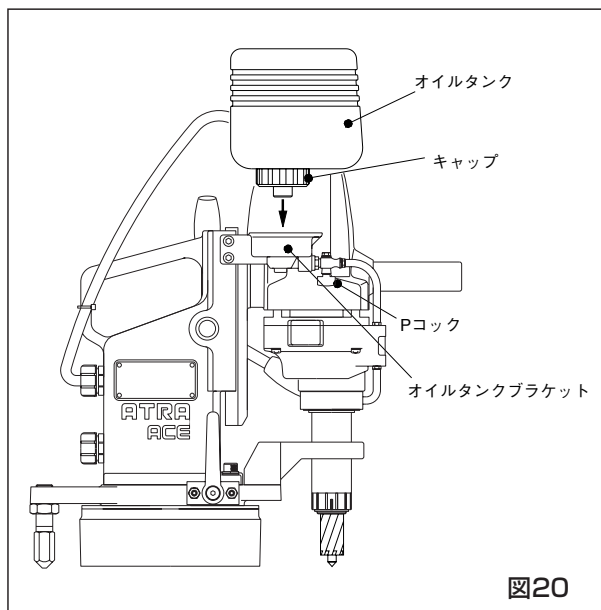

図20
(1) 切削油の準備
- (1-3) オイルタンクはカートリッジ方式ですのでオイルタンクブラケットから取りはずして切削油を入れてください。この時切削油を本体にこぼさないよう、本体からはなれた場所に入れてください。なお、オイルタンクの取り付けはキャップ部分をオイルタンクブラケットに差し込んでください。(図20) 連続して穴あけ作業を行なう場合はオイルタンクをもう一組ご用意いただくと穴あけ途中で切削油が無くなってもオイルタンクを交換するだけで簡単に作業が続けられます。